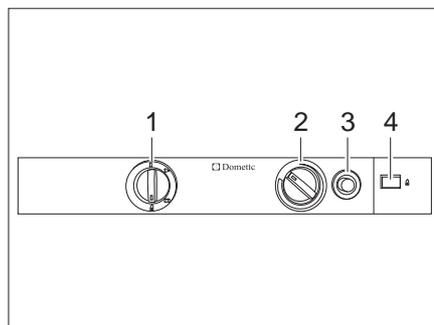

Bild 242 Bedienelemente für den Kühlschrank (Dometic 8er-Reihe)
- Energie-Wahlschalter (Bild 242,1) auf "🔥" stellen.
- Drehregler (Bild 242,2) drücken, auf höchste Stufe drehen und gedrückt halten. Warten, bis Gas zum Brenner strömt.
- Gaszündknopf (Bild 242,3) drücken und gedrückt halten. Die Zündung erfolgt automatisch.
- Gaszündknopf (Bild 242,3) gedrückt halten, bis der Flammenanzeiger (Bild 242,4) grün wird, dann loslassen.
- Drehregler (Bild 242,2) noch 10 bis 15 Sekunden gedrückt halten, dann loslassen.
- Energie-Wahlschalter (Bild 242,1) auf "⏻" stellen.
- Kühltemperatur mit dem Drehregler (Bild 242,3) einstellen.